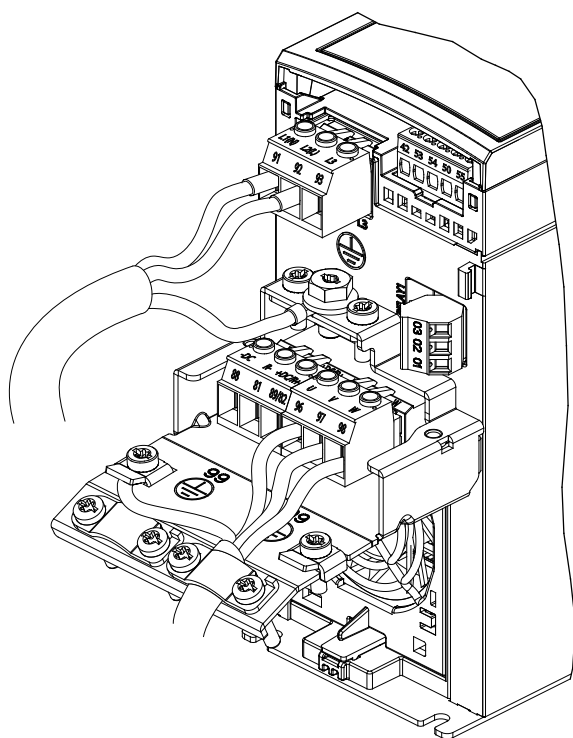
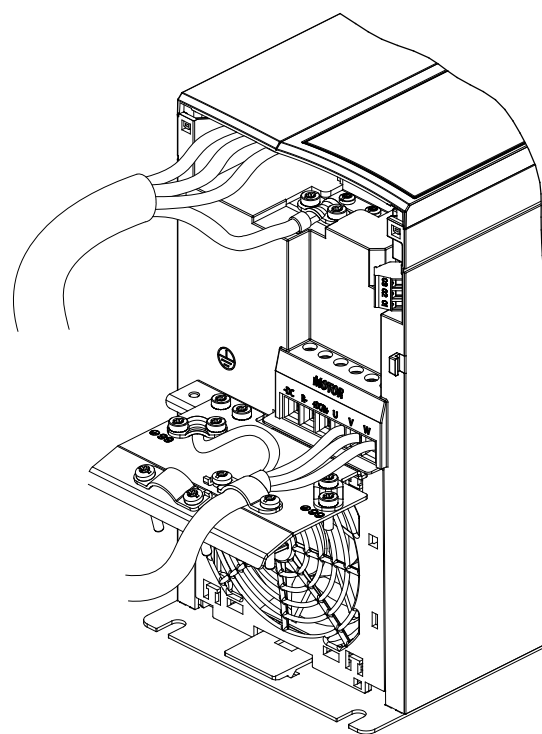
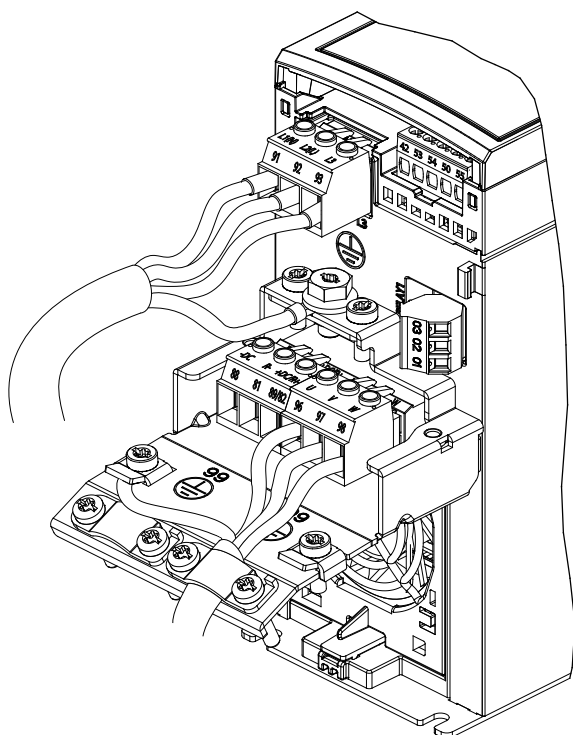

Bild 4.6 Nät-, motor- och jordanslutning för enheter med 1-fas
Bild 4.8 Nät-, motor- och jordanslutning för enheter med 3-fas (K4, K5)
Bild 4.7 Nät-, motor- och jordanslutning för enheter med 3-fas (K1, K2, K3)
Nät-, motor- och jordanslutningen för frekvensomriktare med 1-fas och 3-fas visas i *Bild 4.6*, *Bild 4.7* respektive *Bild 4.8*. Den verkliga konfigurationen kan variera beroende på enhetstyp och tillvalsutrustning.
1. Anslut växelströmsledningar till plint N och L för enheter med 1-fas (se *Bild 4.6*), eller till plint L1, L2 och L3 för enheter med 3-fas (se *Bild 4.7*).